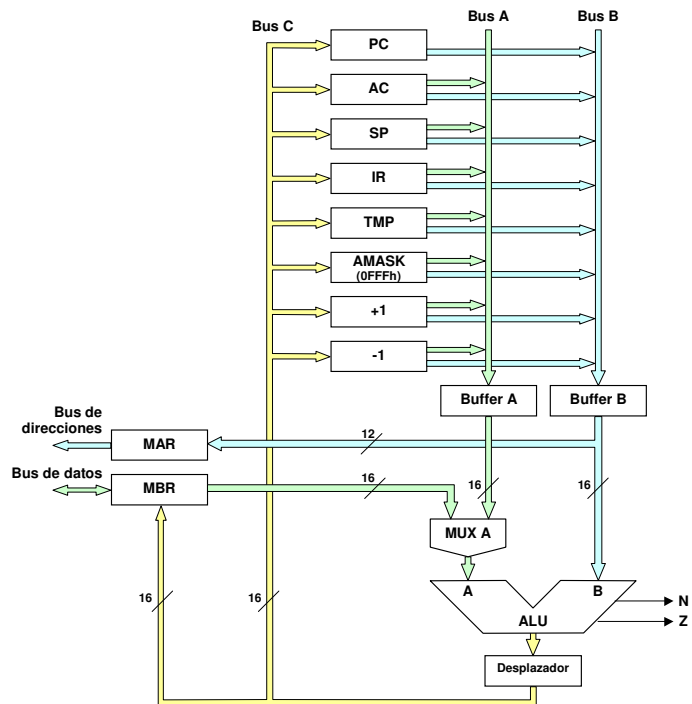

Figura 10. Camino de datos del problema 16.
16. La Figura 10 representa el camino de datos de una CPU de 16 bits, con arquitectura de acumulador, para la que se desea diseñar una unidad de control microprogramada. Esta CPU consta de los siguientes elementos:
- 8 registros de 16 bits: contador de programa (PC), acumulador (AC), puntero de pila (SP), registro de instrucción (IR), registro para uso auxiliar (TMP), registro máscara de direcciones cuyo valor es 0FFFh (AMASK) y dos registros cuyo valor es 1 y -1.